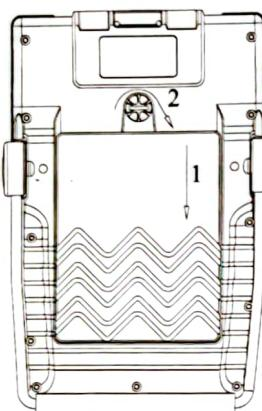

图 1-7 电池安装示意图
- 1) 将电池底部触片向下对准仪器下部端口插入（如图 1-7 中的 1）；
- 2) 插入电池后稍用力使电池到位后将螺钉旋钮向右旋紧（如图 1-7 中的 2）。